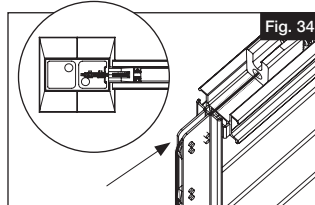

Fig. 34
- b. S'assurer que le câble fait le dernier tour du guide en regardant vers le bas du poteau (Fig. 34). Tirer toute la partie lâche du câble dans le tendeur. Veiller également à ce que le ressort de tension reste en place dans le profilé au niveau du poteau avant de tirer sur le tendeur.
- 7.** Pré-tendre le câble sur les guides A et B en tirant à la main le maximum de câble lâche dans le dispositif de blocage (Fig. 35). S'assurer que le câble fait le dernier tour du guide en regardant vers le bas du poteau (Fig. 34).
Cette étape est cruciale pour obtenir une tension finale correcte. Le port de gants peut être utile lors de la pré-tension. Veiller à ce que le câble soit centré dans le guide-câble, tout en tirant fermement (Fig. 34).